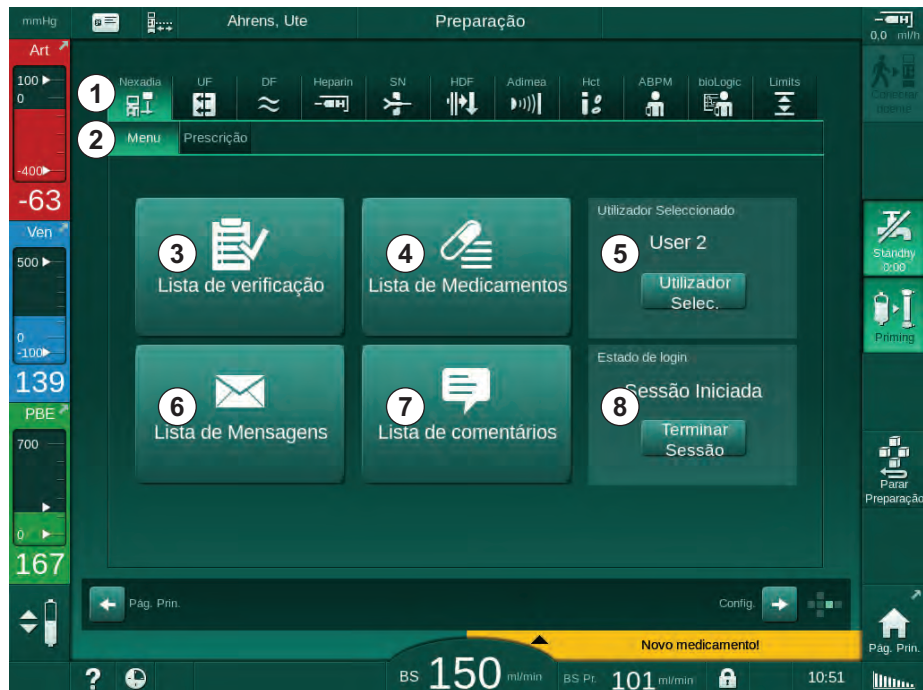

Fig. 11-36 Menu Nexadia no ecrã *Entrada*
Ao utilizar o Nexadia, o equipamento de diálise consegue enviar e/ou receber informações (por ex., mensagens, comentários e listas) entre o equipamento de diálise e o servidor de dados. Existe também uma seleção por parte do utilizador. Essas funções estão presentes no menu Nexadia. Este menu abre-se ao tocar *Nexadia* (Fig. 11-36, ①) e o botão *Menu* ② no ecrã *Entrada*.
1. Toque em *Selecionar utilizador* no menu Nexadia (Fig. 11-36 Menu Nexadia no ecrã Entrada (316), ⑤).
1. Toque no ícone *Lista de comentários* no menu Nexadia (Fig. 11-36 Menu Nexadia no ecrã Entrada (316), ⑦).
1. Toque no ícone *Lista de verificação* no menu Nexadia (Fig. 11-36 Menu Nexadia no ecrã Entrada (316), ③).
1. Toque no ícone *Lista de Medicamentos* no menu Nexadia (Fig. 11-36 Menu Nexadia no ecrã Entrada (316), ④).
1. Toque no ícone *Lista de mensagens* no menu Nexadia (Fig. 11-36 Menu Nexadia no ecrã Entrada (316), ⑥).